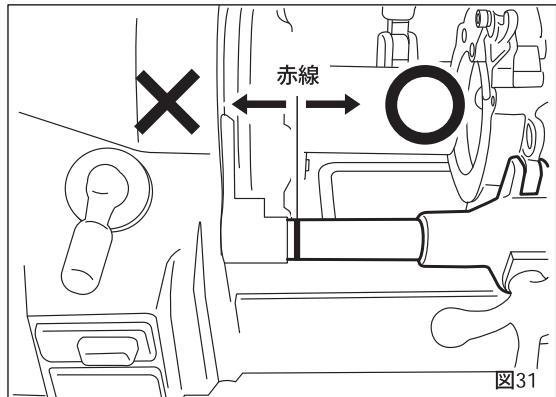

図31
- ・ねじ切りは往復台を受パイプの赤線の右側（手前）から始めしてください。事故や破損の原因となります。（図31）